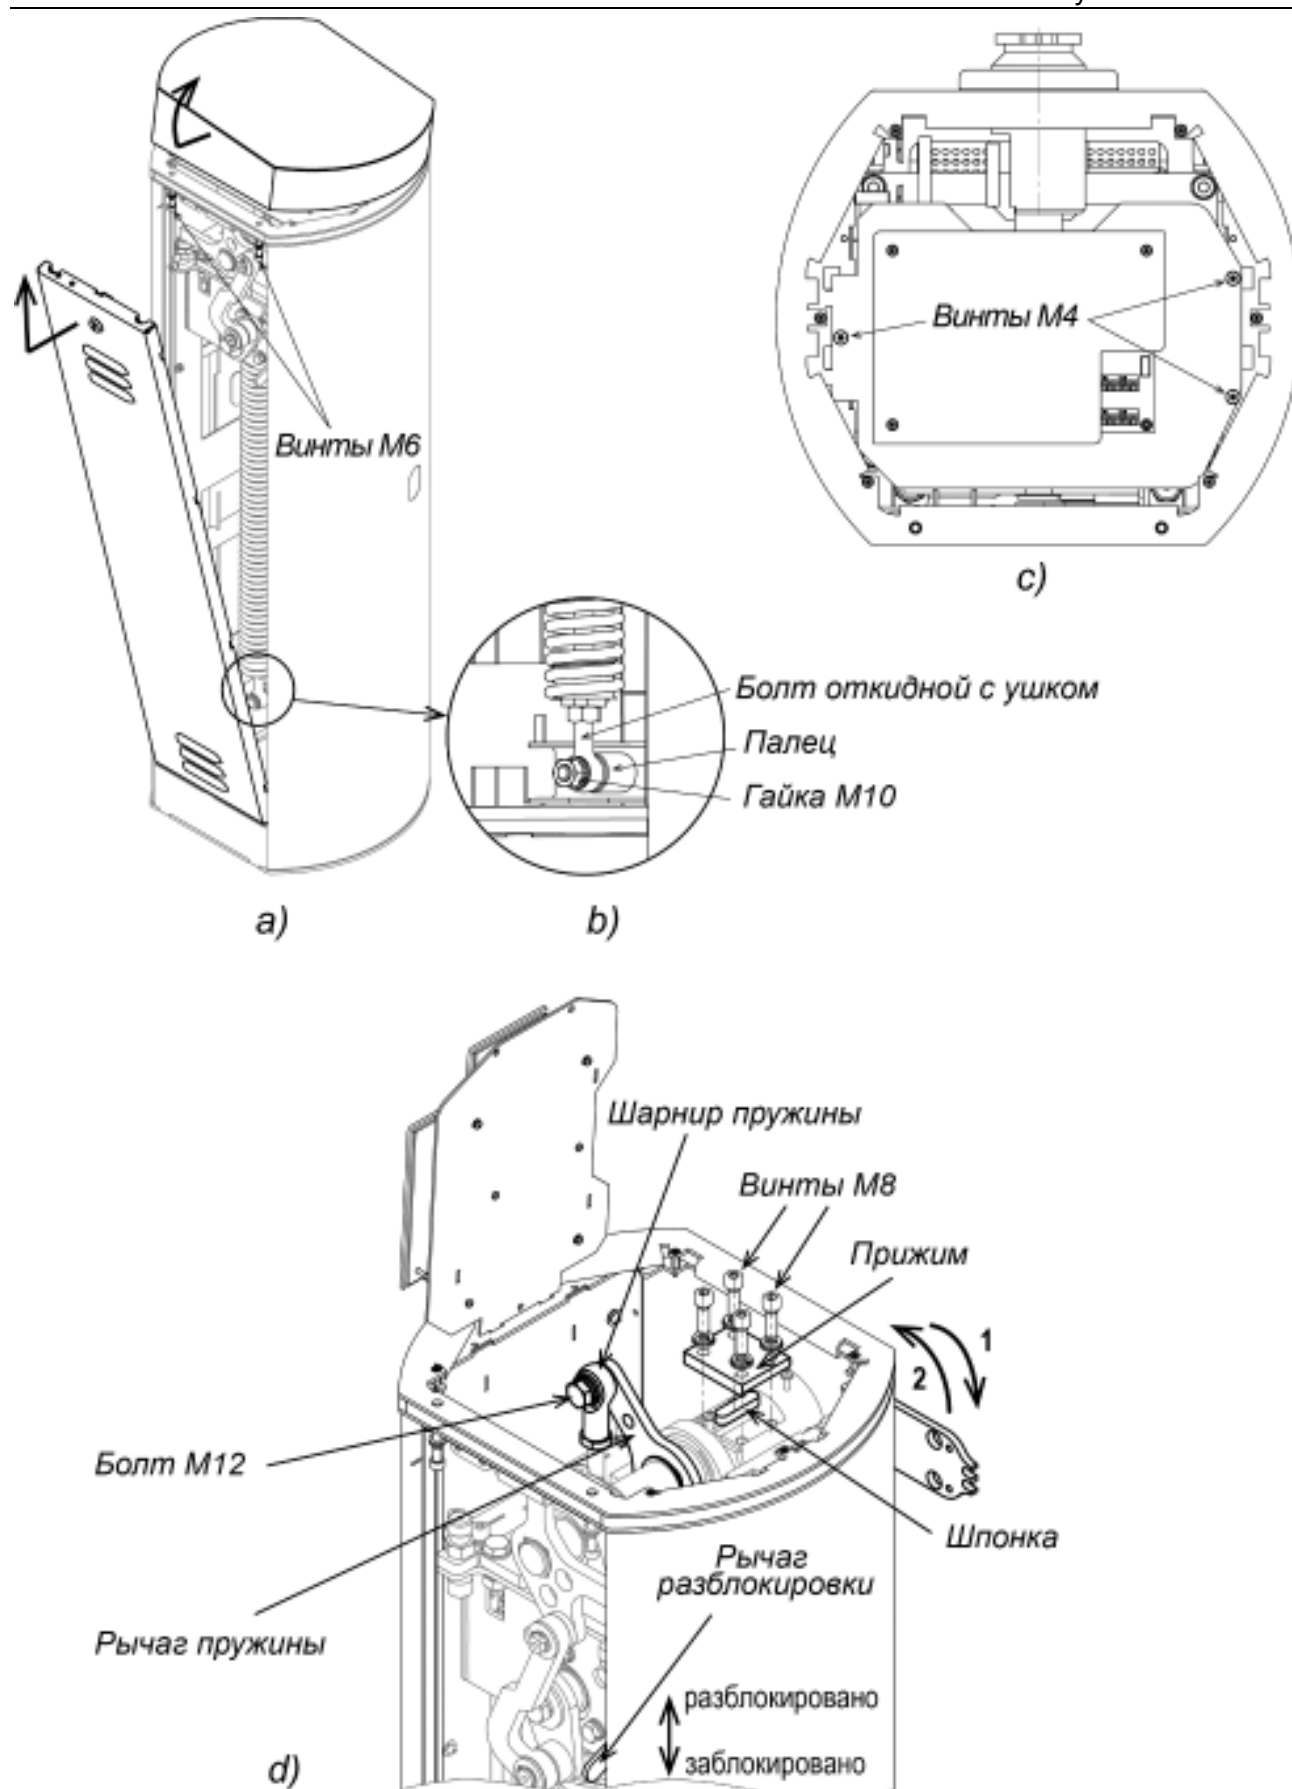

Рисунок 11. Порядок переустановки стрелы шлаббаума
1. Снимите дверцу, предварительно повернув ключ замка и открутите два винта М6, которые находятся снизу на верхней грани проема дверцы. Аккуратно, чтобы не повредить установленный внутри блок управления, снимите крышку, сдвинув ее за передний край на себя и затем подняв его вверх (см. рис. 11а).
4. Открутите три винта М4 и поверните пластину с блоком управления на 90 градусов вверх (см. рис. 11с).